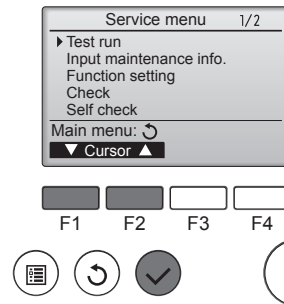

Fig. 8-1
- 1 Välj "Test run" (Provkörning) från servicemenyn och tryck på [VÄLJ]. (Fig. 8-1)